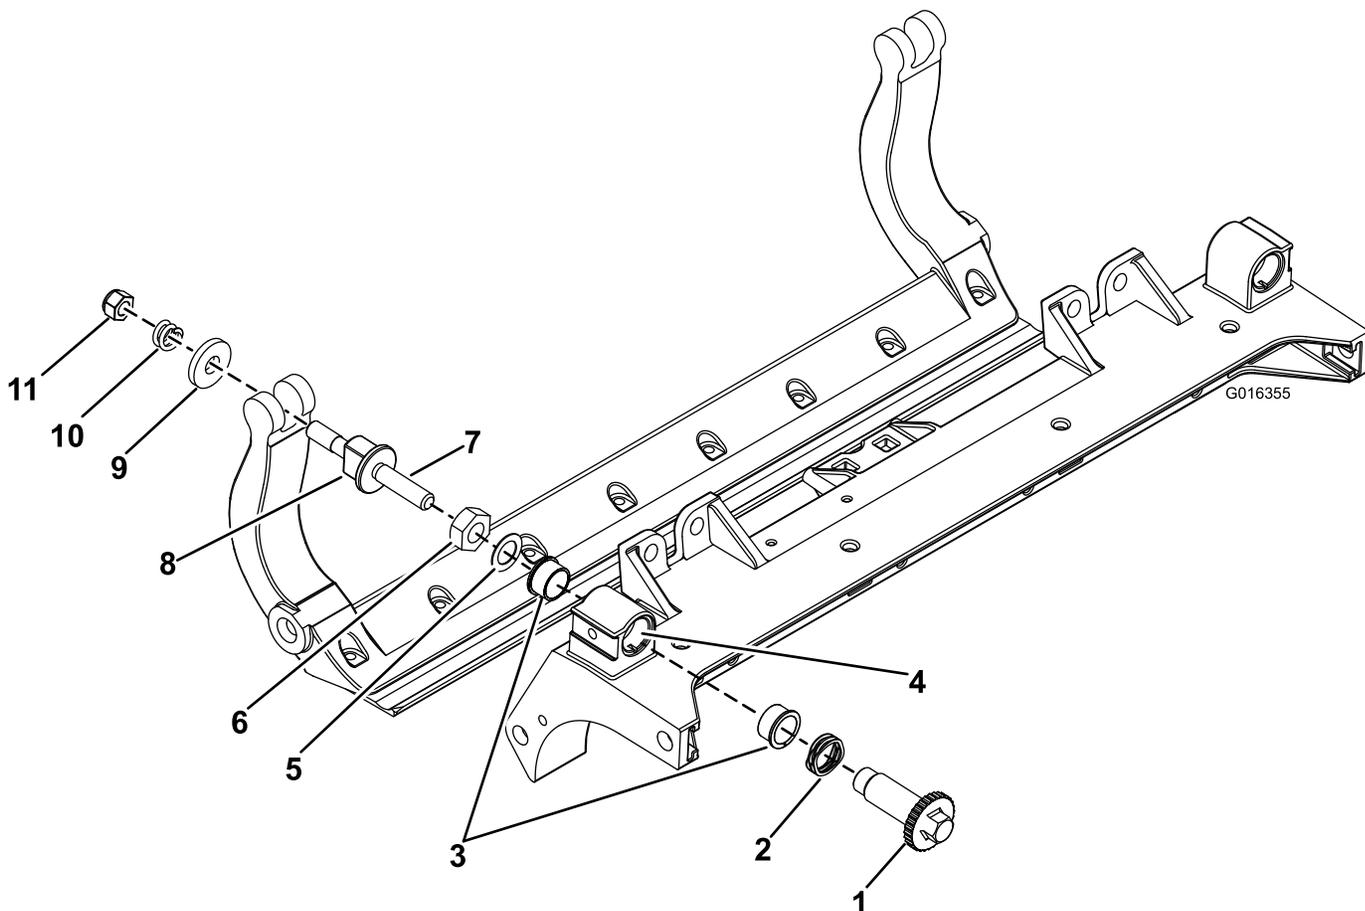

Рисунок 33
- Снимите все детали; см. *Инструкцию по установке* для HD комплекта DPA, модель 120-7230, и Рисунок 33.
- Нанесите противозадирный состав на внутреннюю поверхность втулки на центральной раме режущего блока (Рисунок 33).
- Совместите выступы фланцевых втулок с прорезями в раме и установите втулки (Рисунок 33).
- Установите волнистую шайбу на вал регулятора и вставьте вал регулятора во фланцевые втулки, установленные в раме режущего блока (Рисунок 33).
- Закрепите вал регулятора с помощью плоской шайбы и контргайки (Рисунок 33). Затяните контргайку с моментом от 20 до 27 Н·м.
- B. На нейлоновые шайбы установите стальные шайбы (Рисунок 33).